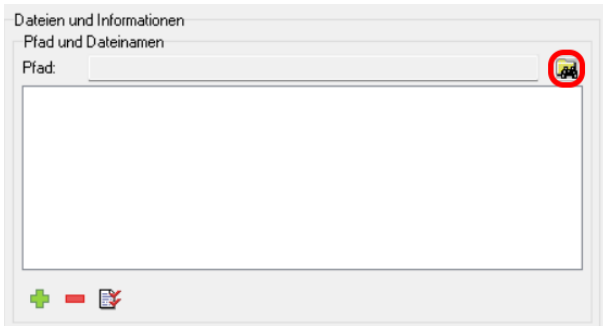

Abbildung 3.3.3: Auswahl der einzulesenden Dateien
1. Betätige zur Auswahl der einzulesenden Dateien die neben dem Feld **Pfad** stehende Schaltfläche  (siehe Abbildung 3.3.3).